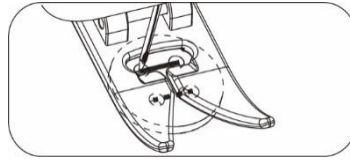

Abb. 25
4. Etwa 5 bis 6 Stiche reichen für einen Knopf aus. Wenn der Knopf vier Löcher hat, können Sie zu den anderen 2 Löchern wechseln, wenn Sie eine Seite fertig genäht haben. (Abb. 25)